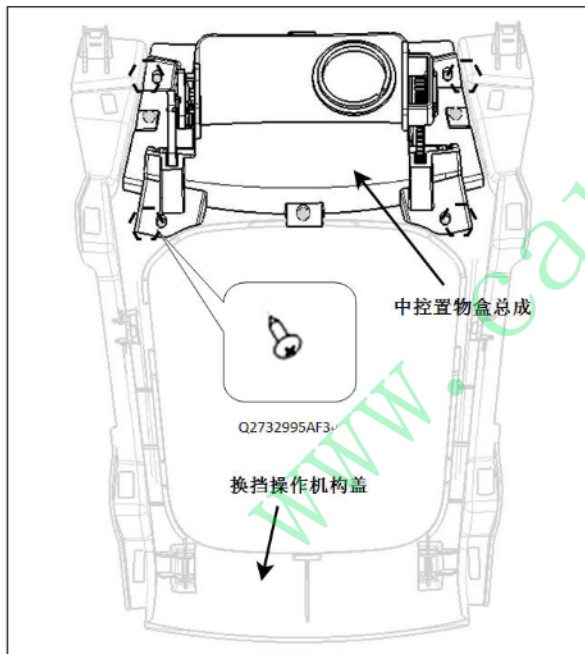

图4.2.2 中控置物盒总成的拆卸
用十字螺丝刀拆下图4.2.2所示的四处自攻螺钉后便可将中控置物盒总成从前面的换挡操纵机构盖板总成拆卸下来。
3、将与USB接口连接的线束松开，即可将USB安装板取出。USB安装板与USB接口的安装如图4-2-2-7所示。